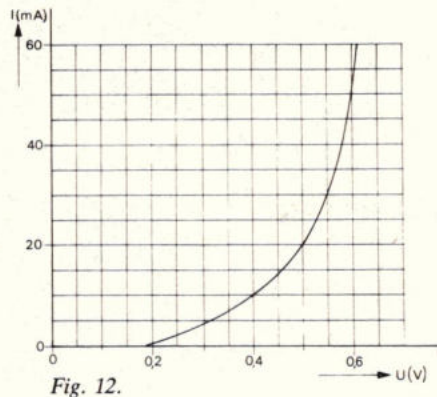

Fig. 12.
4. De schakeling volgens fig. 11 wordt tussen de klemmen A en B belast met een component waarvan de stroom-spanningskarakteristiek in fig. 12 is gegeven.